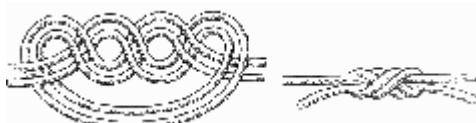

Рис. 22. Водяной узел
**Водяной узел** (рис. 22). Не менее прочным считается соединение двух тросов водяным узлом. Чтобы завязать его, положите связываемые тросы концами навстречу друг к другу так, чтобы их концы шли параллельно и касались один другого. Держа в одной руке ходовой и коренной концы двух разных тросов, начинайте вязать ими дубовый узел (см. рис. 20), но вместо одного обноса коренного конца сделайте два. Прежде чем окончательно затянуть узел, проверьте, чтобы одна пара концов выходила из петли сверху, а вторая – снизу, как это показано на схеме (см. рис. 22).